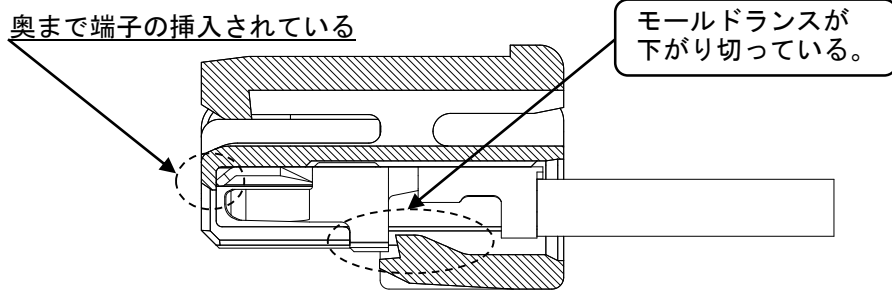

Fig.6-4 正しく装着されている場合
- ⑤ すべての端子の装着後、リセプタクルハウジングのモールドランスを間口より覗き、モールドランス部の位置を確認して下さい。正しく装着されている場合は、端子ランス部がきちんとモールドランスを乗り越えた位置にあります。(Fig.6-4/6-5)